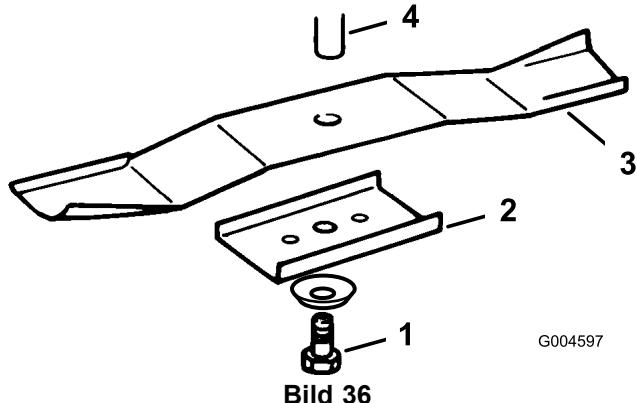

Bild 36
3. Entfernen Sie die Schraube (5/8 Zoll-Schlüssel), Wellenscheibe, den Halter und das Schnittmesser (Bild 36). Sie können einen Holzklotz zwischen das Schnittmesser und das Mähwerk keilen, um das Schnittmesser beim Entfernen der Schraube zu blockieren.
- Bringen Sie das Schnittmesser, den -halter, die Wellenscheibe (Schalenseite zum Messer) und die Messerschraube an (Bild 36).